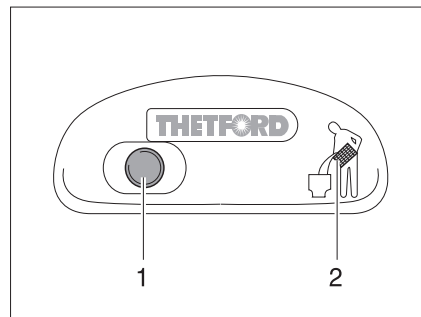

Fig. 153 Botón de lavado/luz de control del inodoro Thetford
- Para lavar, pulsar el botón de lavado azul (Fig. 153,1).
La luz de control (Fig. 153,2) se enciende cuando es necesario vaciar el cassette Thetford.